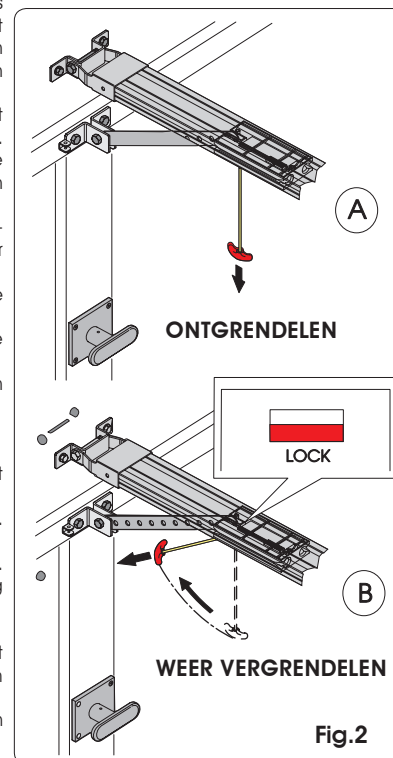

Fig. 2
- Ontgrendel de aandrijving door de ontgrendelingshendel naar beneden te trekken (Fig. 2 ref. A).
Vergrendel het automatische systeem weer door het handvat horizontaal te trekken (Fig. 2 ref. B) en controleer, wanneer hij wordt losgelaten, of het "LOCK"-venstertje onder de geleideslede rood is, ter bevestiging dat het mechanisme weer is ingesteld.